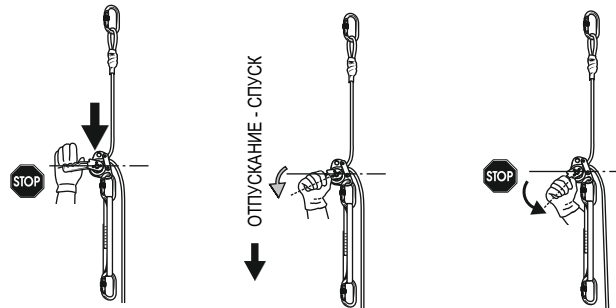

Рис.6
- Потяните рычаг механизма спуска до перевода его в среднее положение (рис. 6). Начните спуск. Скорость спуска контролируется положением рычага механизма. Отпускание рычага или перевод его в крайнее нижнее положение приведет к остановке спуска.